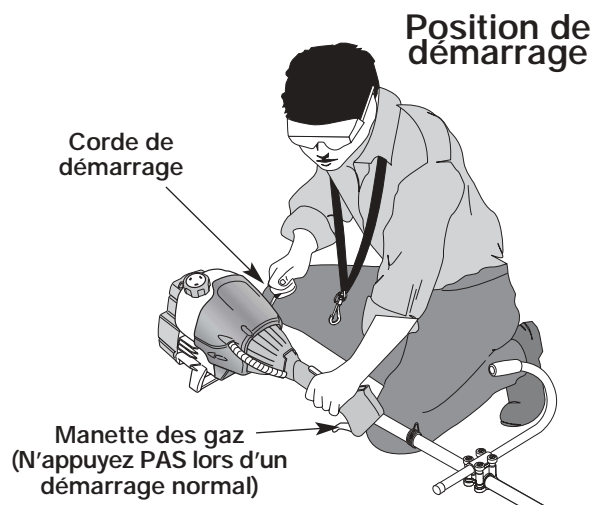

Fig. 18
AVERTISSEMENT: évitez tout démarrage accidentel. Tenez-vous en position de démarrage lorsque vous tirez sur la corde de démarrage (Fig. 18). L'opérateur et l'appareil doivent tous deux être en position stable pour éviter des blessures graves. Vérifiez la bonne installation de l'accessoire avant le démarrage de l'appareil.
4. Accroupissez-vous en position de départ et n'appuyez pas sur la manette des gaz (Fig. 18). Tirez sèchement sur le cordon de démarrage jusqu'à 10 fois.